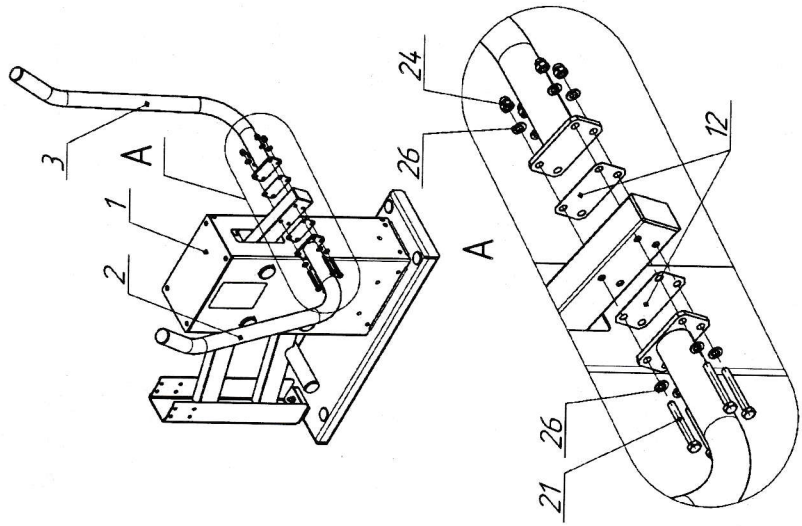

Рис. 5
12.3.8 Установить ручки (поз.2 и 3) на стойку тренажера (рис.5), установить прокладки (поз. 12) и закрепить ручки при помощи болтов, гаек и шайб (поз. 21, 24 и 26).